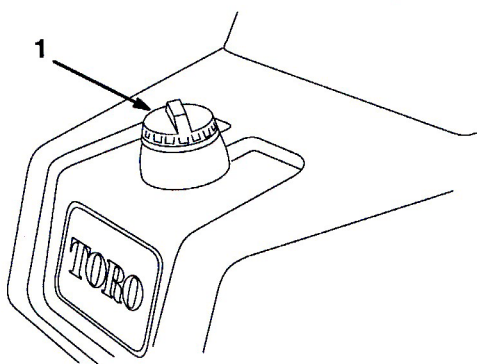

図 14
1. 燃料タンクのキャップ（図14）周辺をきれいに拭く。燃料を補給する時は、タンク上面から約25 mm下のレベルを超えて給油しない。これは、温度が上昇して燃料は膨張したときにあふれないように空間を確保するためである。燃料タンク一杯に入れないこと。